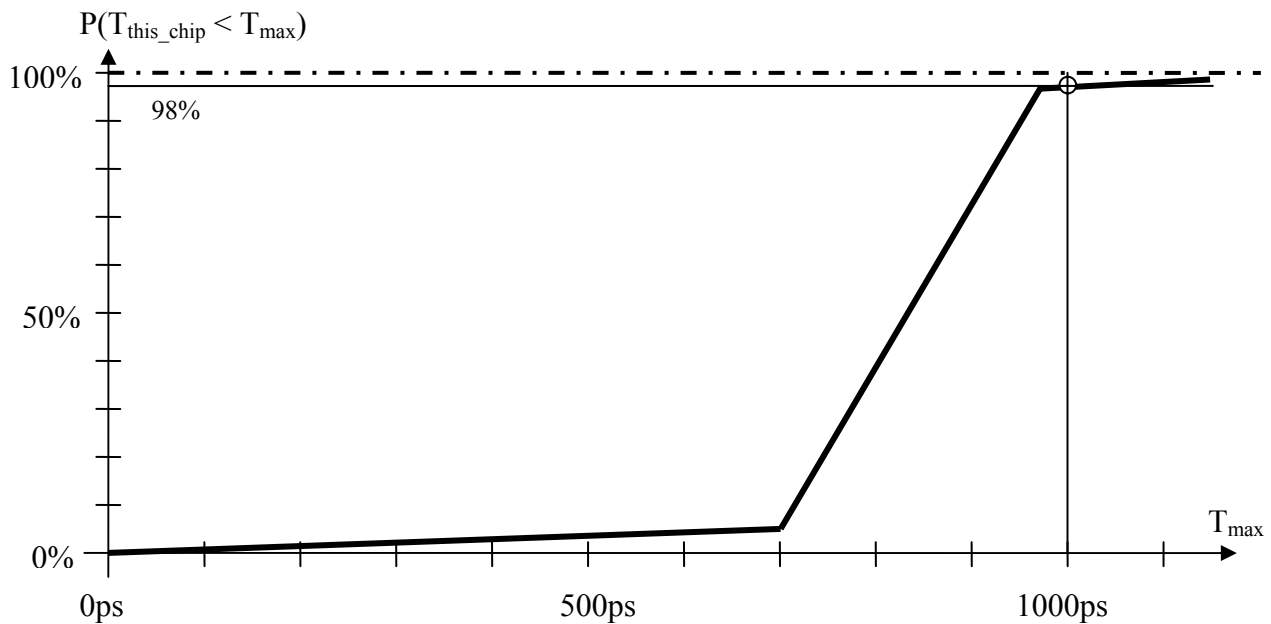

Abbildung 2.1
Gegeben sei ein CPU-Chip, der nominal bei 5V Versorgungsspannung, 25°C Umgebungstemperatur und 1GHz arbeitet und dabei eine Die-Temperatur von 85°C erreicht. Abbildung 2.1 zeigt eine Näherung für die (kumulative) statistische Verteilung des Delays im kritischen Pfad, wie sie vom Hersteller ermittelt wurde. Wie man erkennt, ist das Design so ausgelegt, dass trotz der fertigungsbedingten Variationen 98% der gefertigten Chips funktionieren. Bei den restlichen 2% seien die Delays im kritischen Pfad (inklusive Setup/hold time) größer als die Periodendauer von 1000ps, sodass Probleme beim Timing auftreten. Diese Chips wurden beim Test ausgeschieden.
- Würde man den Chip um 25% höher takten – wie groß wäre dann der zulässige Delay? Wie hoch wäre damit nach Abbildung 2.1 der Prozentsatz der auszuschneidenden Chips?